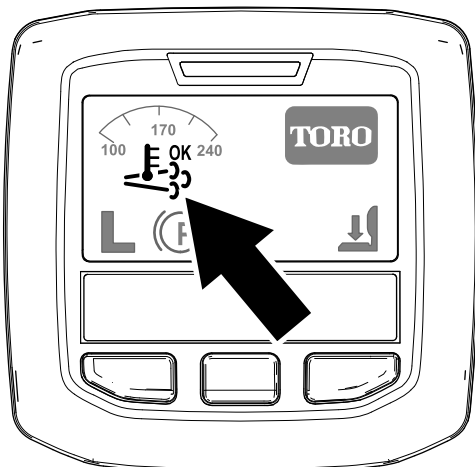

図 43
- インフォセンターに、アシスト/リセット再生アイコンが表示されます 図 43。